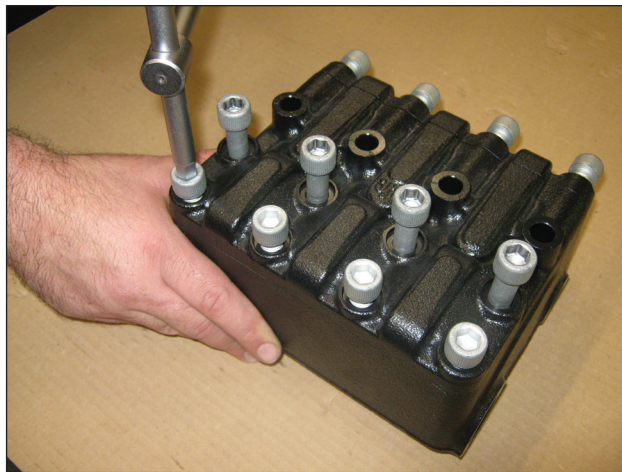
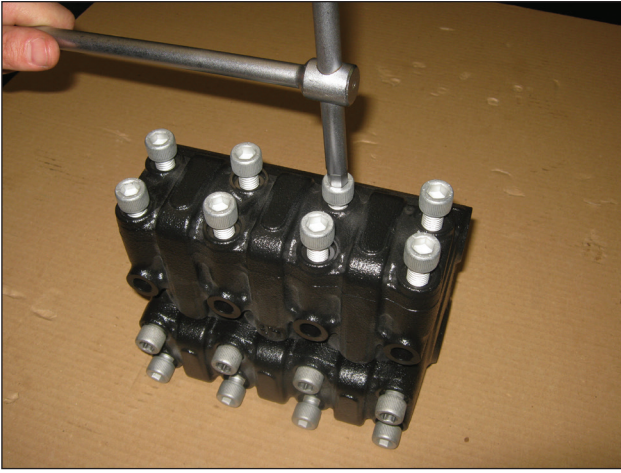

图16
图17
- 拧松用于固定吸油阀盖的4颗M12x130螺丝和4颗M12x45螺丝，并用8颗M12x35螺丝固定排油阀盖（图16和图17）；